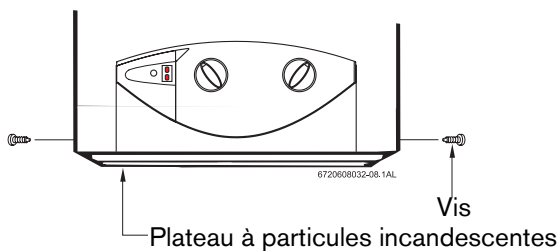

Fig. 5 Illustration du plateau à particules incandescentes
- ▶ Installez le plateau à particules incandescentes à l'aide des vis fournis, comme le montre la Fig. 5.